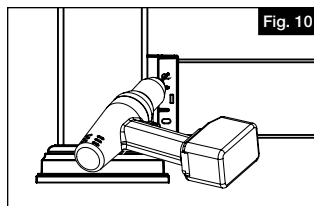

Fig. 10
- a. For each installed bracket, pre-drill in the center of each elongated hole with a $\frac{1}{8}$ " drill bit (Fig. 10).
a. Pour chaque support installé, percer un avant-trou au centre de chaque trou allongé au moyen d'un foret de 1/8 po (3,2 mm) (Fig. 10).